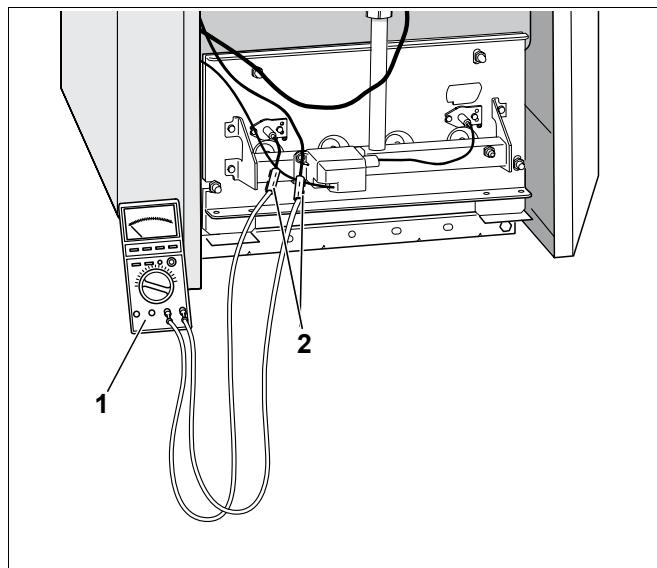

Рис. 33 Измерение тока ионизации
- Измерительный прибор (рис. 33, **поз. 1**) последовательно соединить с контактами снятого штекерного соединения контролльного кабеля (рис. 33, **поз. 2**).
- Выбрать на измерительном приборе (рис. 33, **поз. 1**) диапазон постоянного тока в мА.
- Восстановить штекерное соединение контрольного кабеля (рис. 33, стр. 50, **поз. 2**).